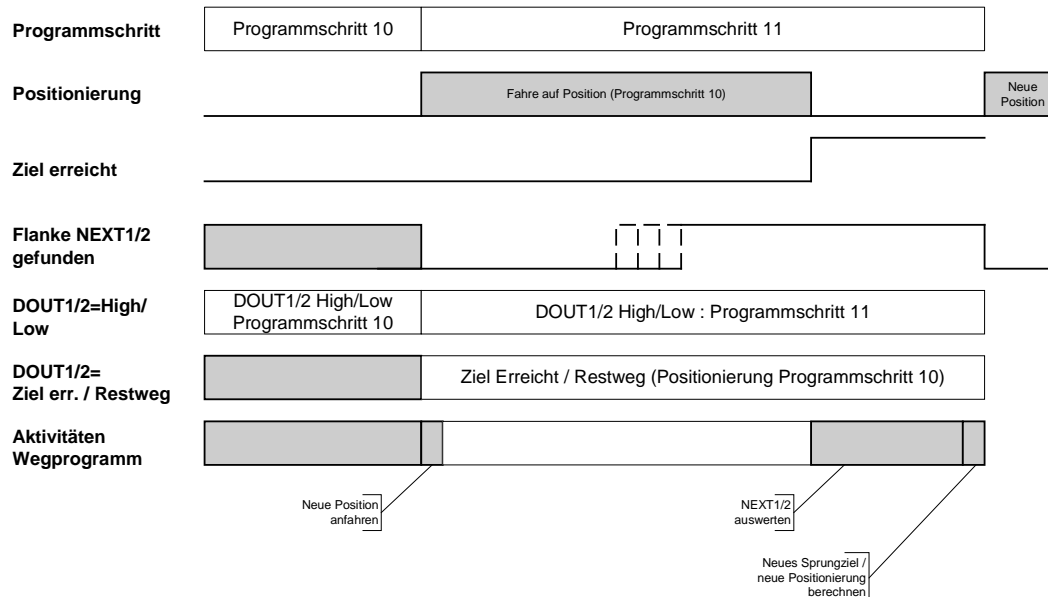

Abbildung 20: Zeitdiagramm Positionsverzweigung
In Abbildung 20 wird angenommen, dass in Programmschritt 10 eine Positionierung angestartet wird. Mit dem Start der Positionierung (10) wechselt das Wegprogramm in die Folgezeile, Programmschritt 11.